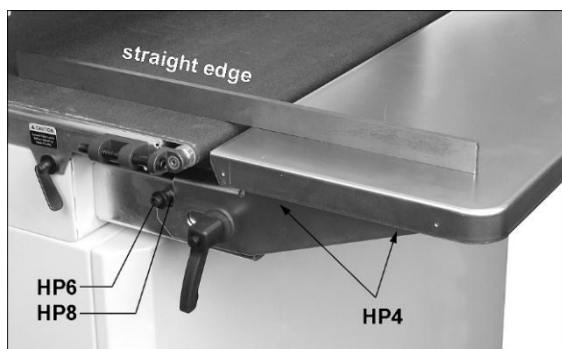

Abb. 6-4: Ausrichten der Verlängerungstische
6. Hinweis: Die Verlängerungstische müssen eben oder etwas unterhalb der Vorschubtischoberfläche platziert sein, damit das Schleifgut korrekt abgestützt wird. Zur Positionsüberprüfung ein Messlineal auf das Vorschubband legen und mit der abgesenkten Schleiftrommel festklemmen. Siehe Abb. 6-4. Den Verlängerungstisch anheben, bis sich die Tischoberfläche auf Höhe des Vorschubbandes befindet. Die Schrauben (HP4) festziehen.